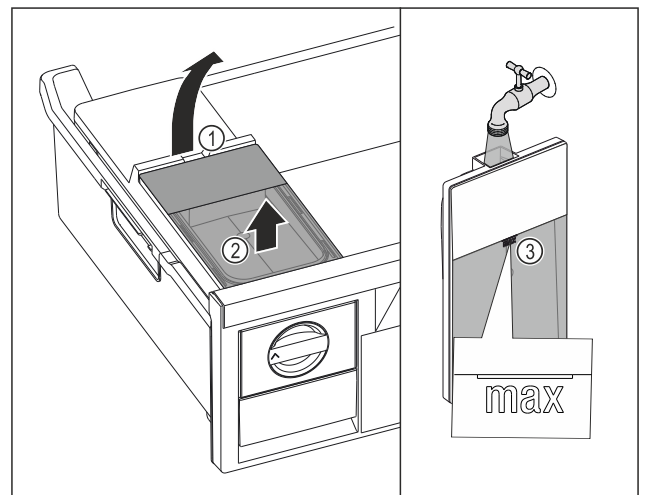

Fig. 110
- ▶ Emelje fel a víztartályt a kivágásnál Fig. 110 (1).
- ▶ Felfelé vegye ki a víztartályt. Fig. 110 (2)
- ▶ Ivóvízzel töltsen fel a jelölésig Fig. 110 (3) a víztartályt.